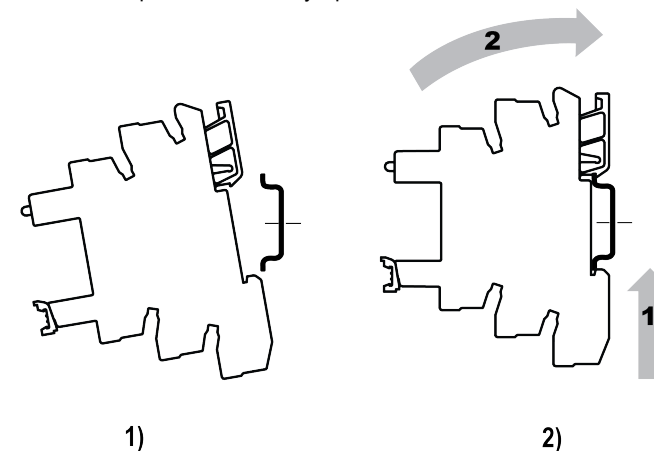

Рисунок 2 – Монтаж
2. Изделие прижать к DIN-рейке (см. рисунок 2).